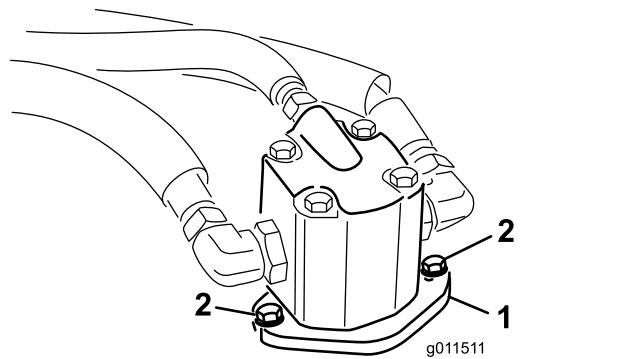

Bild 116
- Entfernen Sie die Schrauben, mit denen der Hydraulikmotor am Mähwerk befestigt ist (Bild 116).